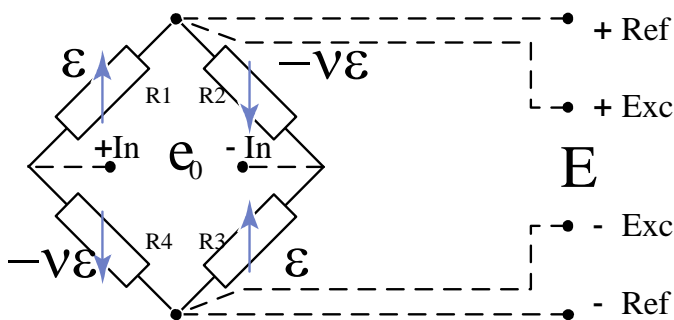

Рис. 159 - Шестипроводная схема подключения (питание напряжением).
- деформация кручения. Схема наклейки приведена на Рис. 159.